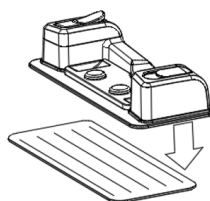

Fig. 7
3. Applicare il mop in tessuto (Fig. 7).